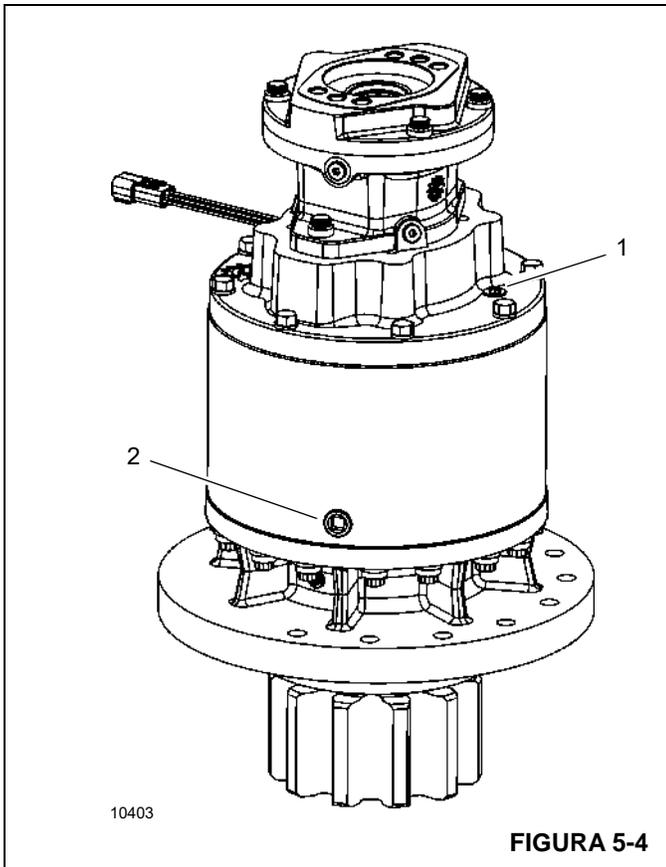

FIGURA 5-4
1. Retire el tapón de ventilación/llenado (1, Figura 5-4) y el tapón de vaciado (2) para vaciar el aceite del mecanismo.
3. Instale el tapón de vaciado (2). Inspeccione y sustituya el anillo "O", si es necesario.
4. En el tapón de nivel/llenado de ventilación/llenado (1). Llene el mecanismo de giro con 2.4 l (2.5 qt) del tipo de aceite correcto y luego reemplace el tapón de ventilación/llenado (1). Inspeccione y sustituya los anillos "O", si es necesario. Consulte *Puntos de lubricación*, página 5-3 en este manual.
Abra el puerto de llenado (1, Figura 5-4). El nivel de aceite debe estar a 3.81 cm (1.5 pulg.) por debajo de la superficie superior del puerto de llenado.